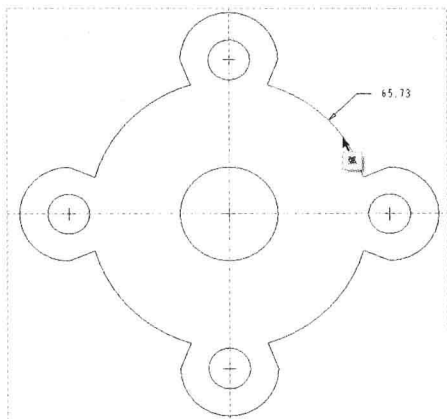

图 3-50 单击鼠标左键
Step 03 弹出“选择”对话框, 在绘图区合适的圆弧上单击鼠标左键, 如图 3-50 所示, 然后单击“选择”对话框中的“确定”按钮。